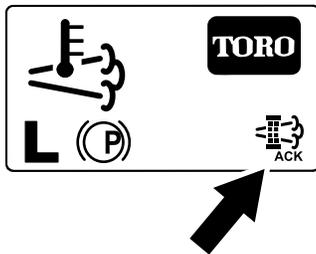

Figura 85
8. L'InfoCenter visualizza la schermata Home e l'icona della rigenerazione (Figura 85) è presente nell'angolo in basso a destra della schermata mentre la rigenerazione procede.